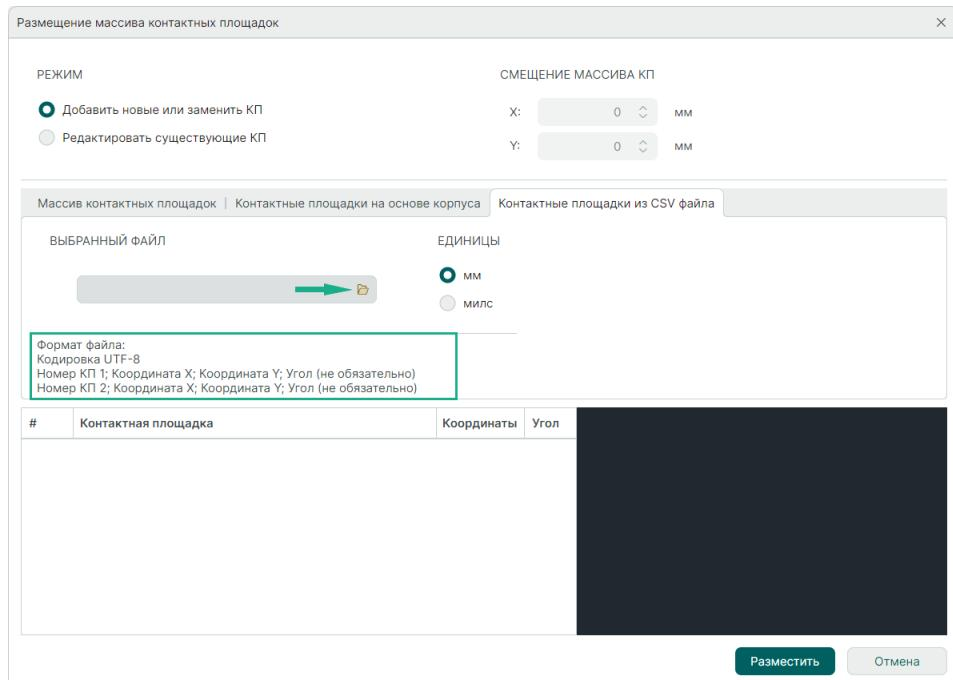

Рис. 101 Переход к выбору csv -файла
2. Нажмите на символ , чтобы выбрать csv - файл для загрузки элементов массива, см. Рис. 101.